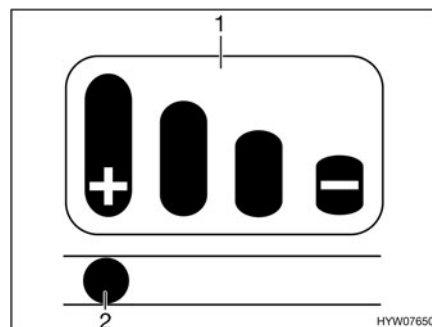

Fig. 174 Témoin d'usure
Un témoin d'usure (Fig. 174) avec diagramme à bâtons (Fig. 174,1) figure sur la poignée d'attelage.
- Quand la goupille (Fig. 174,2) dans le trou oblong se trouve sur la marque avec le signe "+", les garnitures de friction sont encore à l'état neuf.